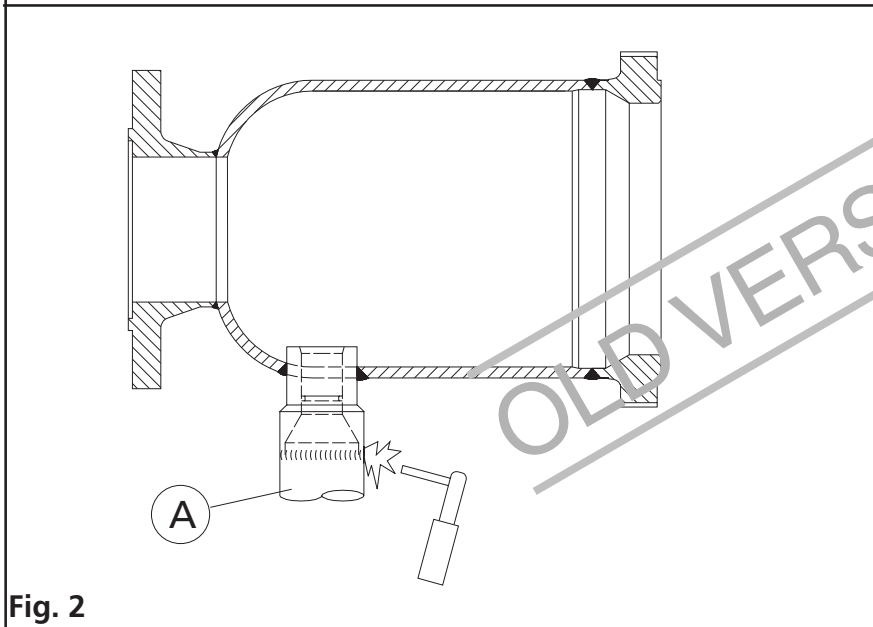

Fig. 2
- Weld the outlet branch pos. A into the plant as shown in fig. 2.
- Svejs afgangsrøret pos. A på anlægget som vist i fig. 2.